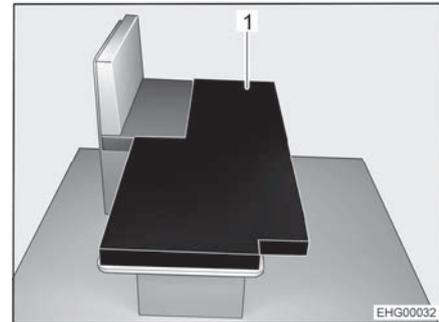

Fig. 44 Après la transformation
- Placer le coussin supplémentaire (Fig. 44,1) comme illustré sur la table abaissée.